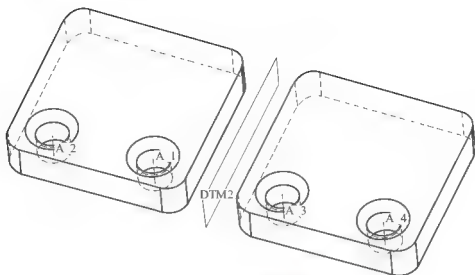

图 6.48 几何模型整体镜像
**提示：**【镜像】命令不仅能够实现实体上的某些特征的镜像，还能够实现整个实体的镜像，例如在本例中，若选择了整个几何模型为镜像对象，DTM2 平面为镜像平面，则镜像结果如图 6.48 所示。